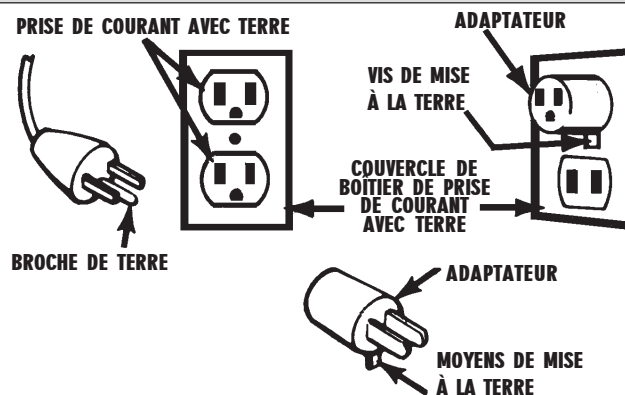

FIGURE 1. MÉTHODES DE MISE À LA TERRE
Ce chargeur de batterie est conçu pour être utilisé sur un circuit 120 V nominal et a une prise mise à la terre qui ressemble à la prise illustrée FIGURE 1 (A). Cette prise doit être utilisée dans une prise avec terre. Les broches de la prise doivent rentrer dans la prise du circuit.
ADAPTATEUR : Un adaptateur temporaire, comme illustré FIGURE 1 (B) et (C), peut être utilisé pour connecter la prise du chargeur dans une prise à deux pôles comme illustré FIGURE 1 (B).